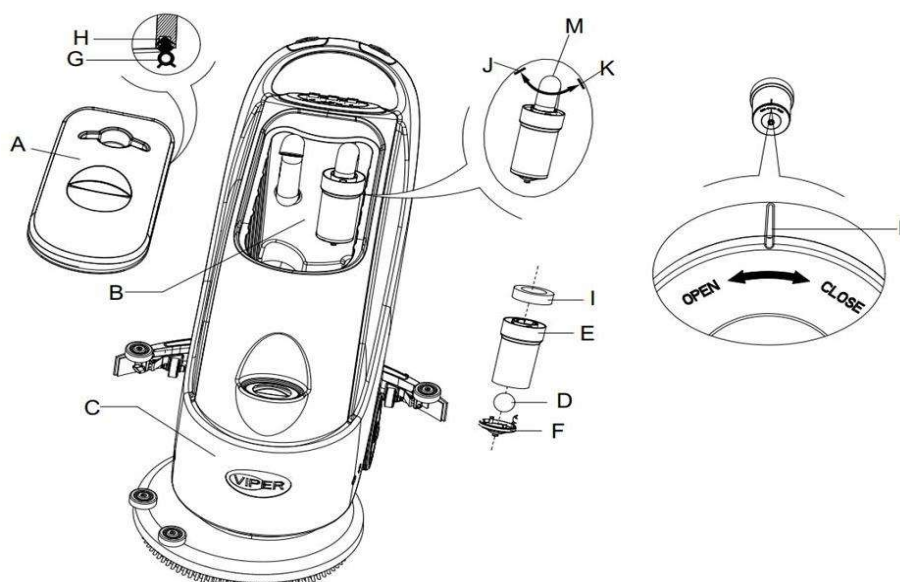

Рисунок 11
2. Нажмите кнопку включения питания (38) и установите ее в позицию "О" для отключения устройства.
3. Откройте резервуар для воды (A, Рисунок 11), и снимите поплавок устройства (36) из резервуара для грязной воды.
4. Используйте чистую воду для очистки крышки (A), резервуара (B и C), и опорной рамы фильтра-поплавка (E). Через отверстие трубы (15), слейте всю воду из резервуара.
5. При необходимости, возле символов "Open" и "Close" как показано на **рисунке 11**, отсоедините нижнюю крышку (F) от фильтра-поплавка и очистите поплавок (D), опорную раму (E), а также фильтр подушки (I). После очистки зафиксируйте фильтр-поплавков на опорной раме (E), а затем выровняйте паз (L) на нижней крышки (F) с пазом поплавкового фильтра (L) к опорной раме (E). Поверните нижнюю крышку (F) с точкой фильтра-поплавка и закрепите плотно фильтр к подушке (I) на опорную раму фильтра-поплавка (E), а затем на Вакуумную трубку (M).
6. Проверьте герметичность уплотнительного кольца (G) крышки резервуара с водой..